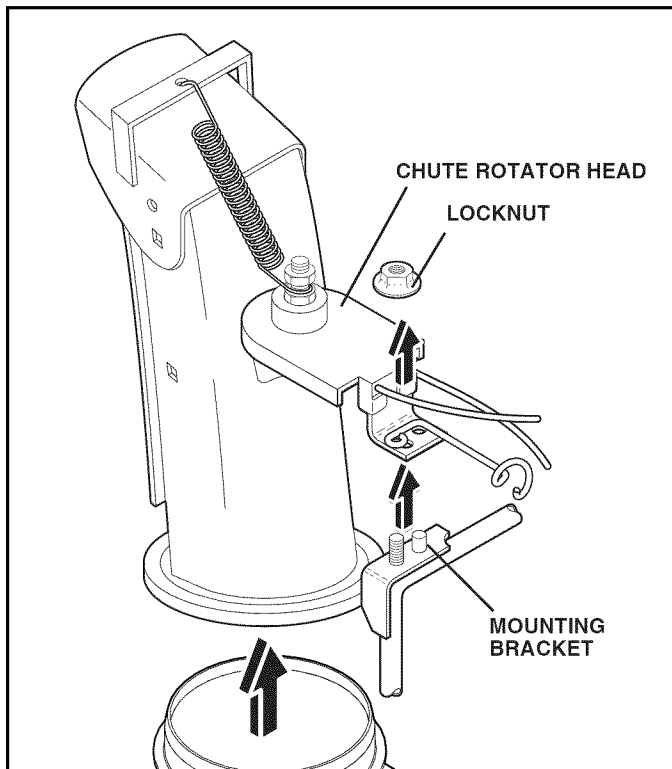

FIG. 21
2. DESMONTAR EL CONDUCTO DE EYECCIÓN – Aflojar la contratuerca que asegura la cabeza giratoria del conducto al soporte de montaje lo suficiente para poder levantar la cabeza giratoria del conducto y desmontar el conducto de eyección de la máquina quitanieves (Ver Fig. 21).